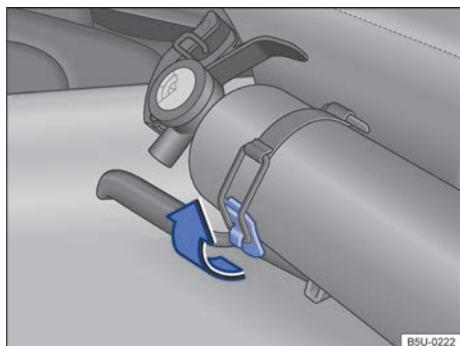

Fig. 27 En el asiento del conductor: extintor de incendio.
- Soltar la abrazadera de fijación, tirando hacia arriba → fig. 27 en el sentido de la flecha.